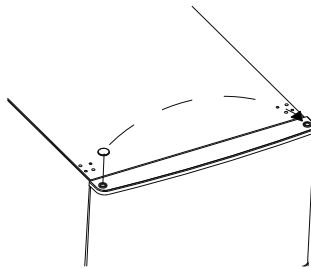

Abb. 5
- ▶ Entfernen Sie den Blindstopfen für den Scharnierzapfen von der linken Seite der Kühlraumtür (4) und setzen Sie ihn in das Loch auf der rechten Seite ein (siehe **Abb. 5**).